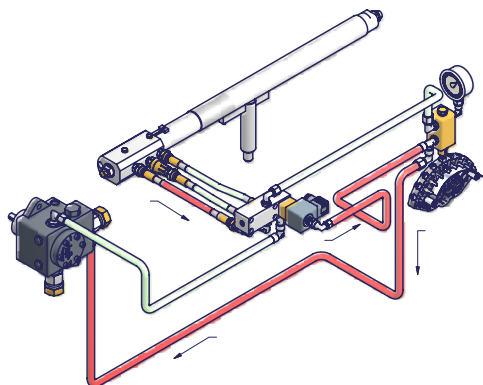

Рис. 21 -Режим ожидания
- 13 Смещать кулачок IV (малое пламя на мазутном топливе) в сторону минимальной мощности, с тем, чтобы сервопривод начал закрываться, до тех пор, пока два подшипничка не совместятся с регулировочным винтом, относящимся к самой низкой точке: закручивать винт **V2** для увеличения расхода, откручивать - для уменьшения, с целью получения значения давления, как на графике на Рис.21, на основании требуемого расхода.